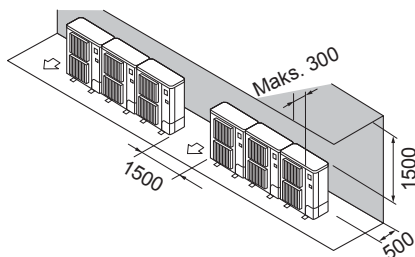

Fig. 2-10
- ② Hindringer kun bak og over (fig. 2-10)